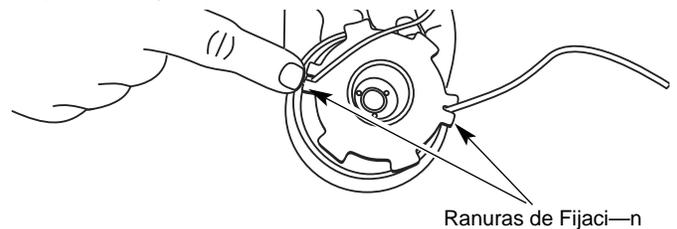

Fig. 38
- Inserte los extremos de la l'nea en las dos ranuras de fijaci—n (Fig. 38).